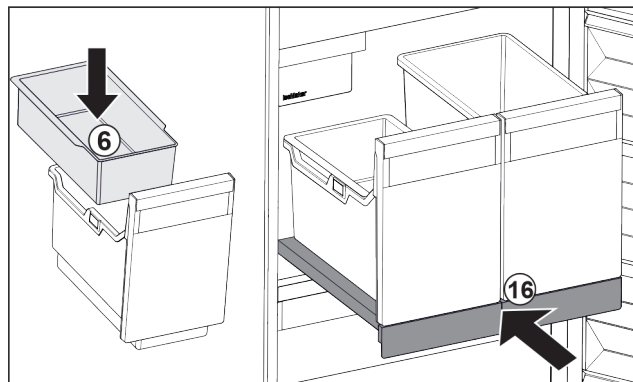

Fig. 101
- ▶ Vložte závesnú misku Fig. 101 (6) na kocky ľadu.
- ▶ Zasuňte vyťahovaciu poličku s nádobou (IceTower). Fig. 101 (16)